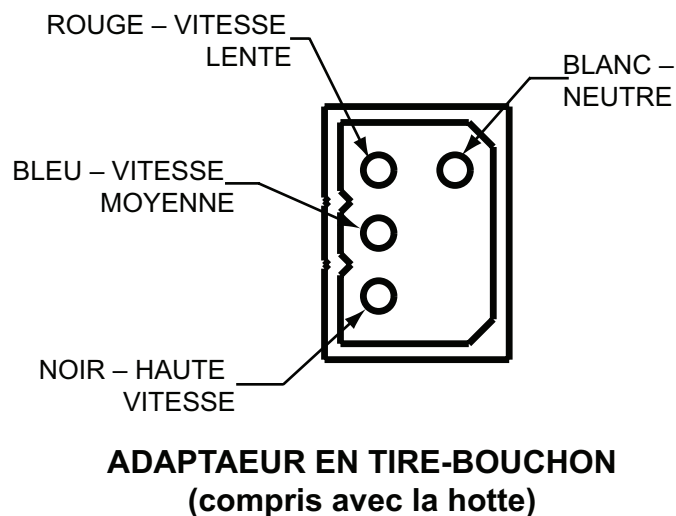

Figure 20 : Câblage entre la hotte et le ventilateur à distance
4. Branchez les fils d'alimentation électrique aux fils de la hotte dans l'ordre suivant : le noir avec le noir, le blanc avec le blanc et le fil vert à la vis verte de mise à la terre du bâti. Utilisez les capuchons de connexion à ressort fournis. (Les capuchons de connexion perdus ou manquants ne devraient être remplacés que par des capuchons de connexion à ressort cotés pour un minimum de deux (2) câbles no 18ga et un maximum de quatre (4) câbles no 14ga, cotés UL & CSA à 600V et 302° F./150° C.)
6. Faites passer les cinq (5) fils (no 14 AWG) dans le conduit de 1/2", du ventilateur à distance au connecteur du deuxième conduit.
7. Branchez le ventilateur à distance aux câbles en tire-bouchon (étape 6), comme illustré à la Figure 20.